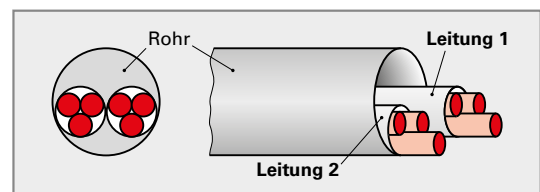

Bild 1: Zwei Mantelleitungen mit je drei Adern in 1 Rohr
1. Beschreiben Sie die Auswirkungen eines Körperschlusses auf der Hochspannungsseite HS der Transformatorstation (**Bild 1**).